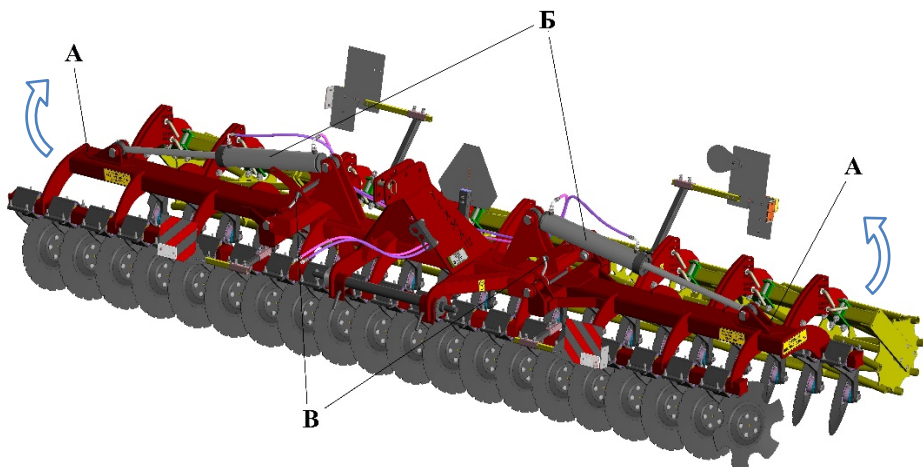

Рисунок 11 – Складывание крыльев АДЛ-5/-6
8.2 Для транспортировки боковые крылья **А** гидравлически складываемых агрегатов (АДЛ-5/-6) необходимо сложить в транспортное положение с помощью гидравлической системы **Б** и зафиксировать пальцами **В** (рисунок 11).